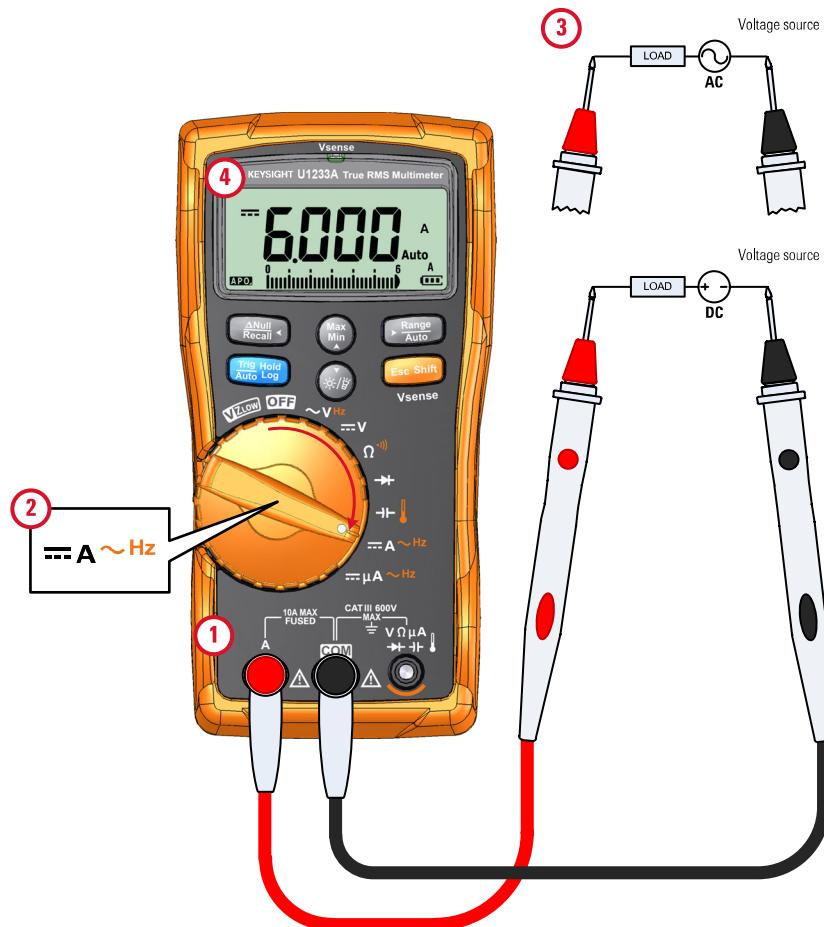
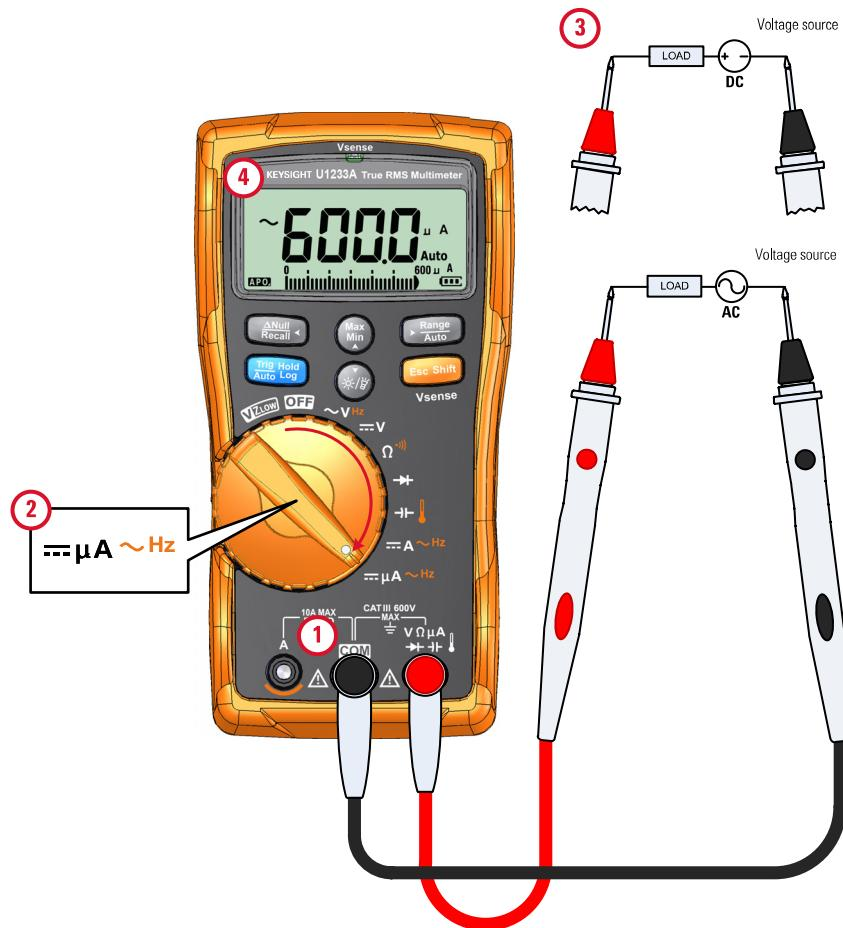

Figure 2-24 Mesure du courant continu/alternatif (jusqu'à l'A)
Figure 2-25 Mesure du courant alternatif/continu (jusqu'au μA)
Configurez votre multimètre pour qu'il mesure le courant alternatif ou continu, comme illustré sur la Figure 2-24 et la Figure 2-25. Sondez les points de test et lisez l'affichage.
- 1 Configurez votre multimètre pour qu'il prenne des mesures μA comme illustré sur la Figure 2-25.